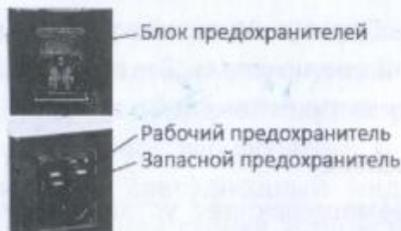

Рисунок 2 - Расположение предохранителя
- 8.4. Если при включении устройства отсутствует напряжение питания, убедитесь в целостности сетевого предохранителя. Сетевой предохранитель расположен в блоке разъёма для подключения сетевого шнура на задней стенке устройства (Рисунок 2). Перед проверкой предохранителя необходимо отсоединить сетевой шнур от розетки.